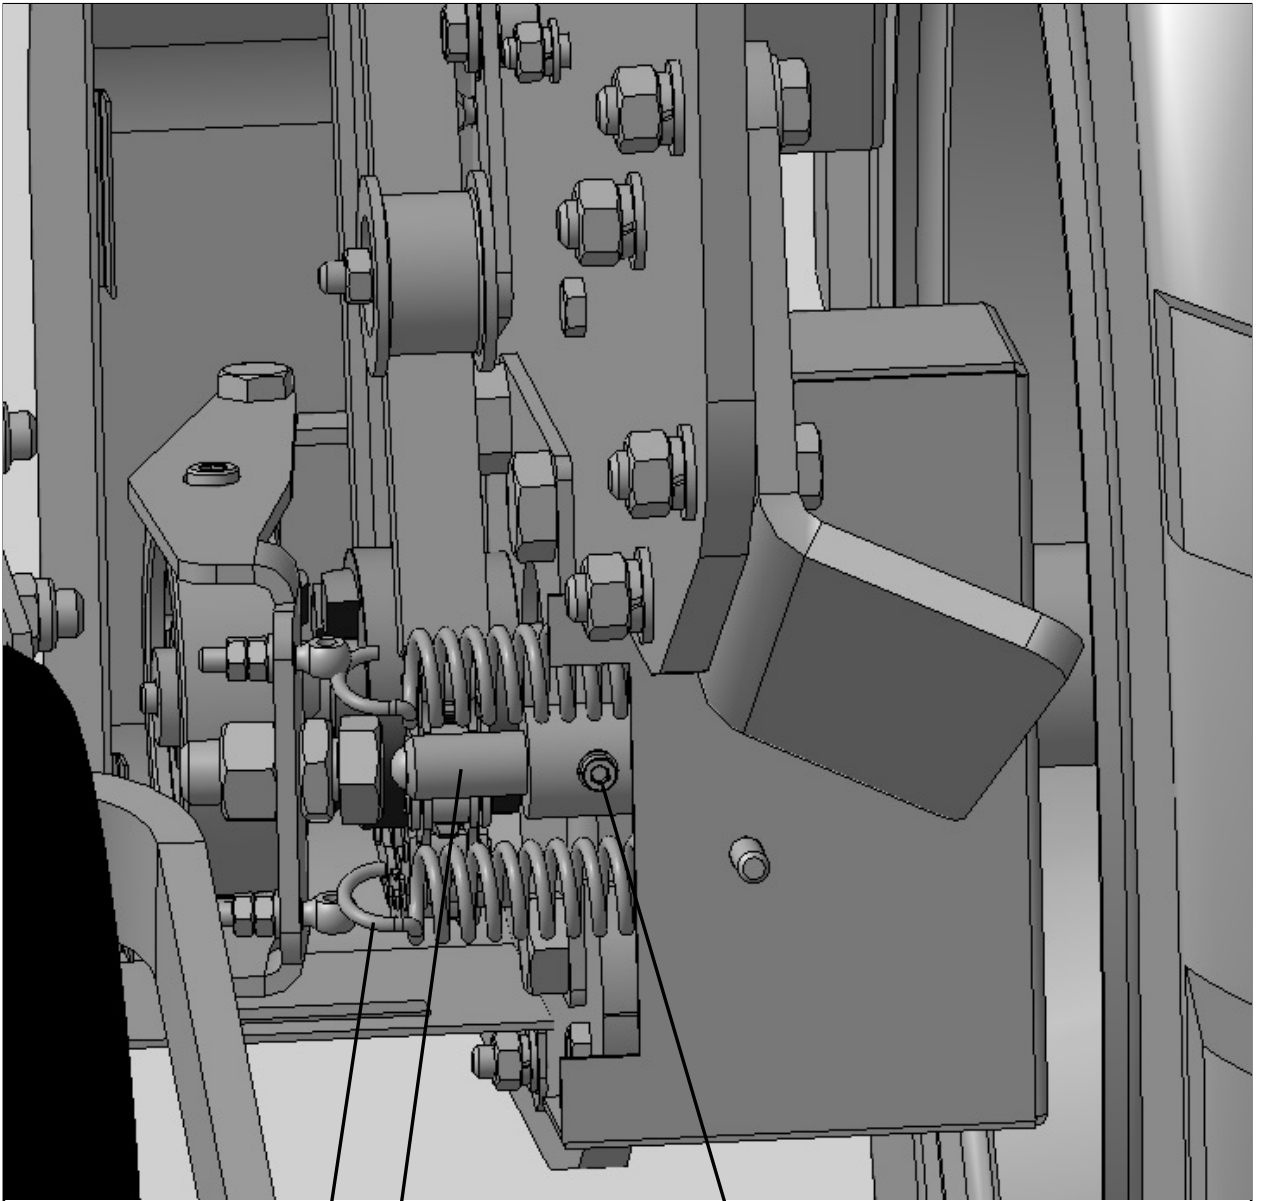

Рисунок 17.2 3 1 2
- 2) При помощи гидравлики трактора поднять секции в транспортное положение. При этом шток гидроцилиндра (1) (рис. 17.2) выдвинется на 30 мм и разомкнёт механизм разобшения.
- 3) Отвернуть штуцер (2) до начала выхода воздуха. Как только начнёт выходить масло из-под штуцера (2) – завернуть его.